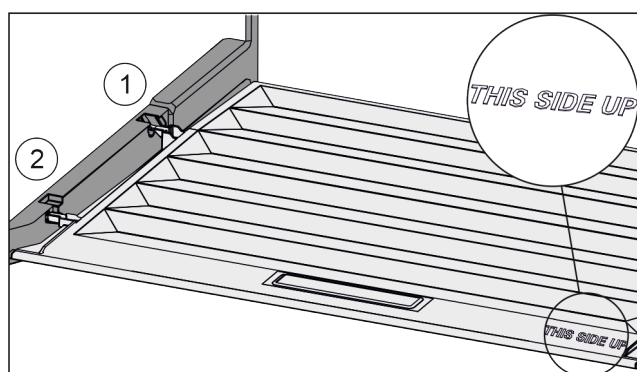

Fig. 135
- ▶ Inserire le nervature del coperchio attraverso l'apertura del supporto posteriore Fig. 135 (1) e innestare anteriormente nel supporto Fig. 135 (2).